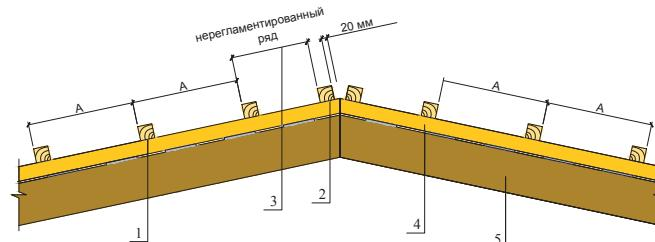

Рис. 5
4.1.9. Высота верхнего ряда обрешетки не регламентируется. Последний бруск обрешетки устанавливают с отступом 20 мм от оси конька (см. рис. 5).